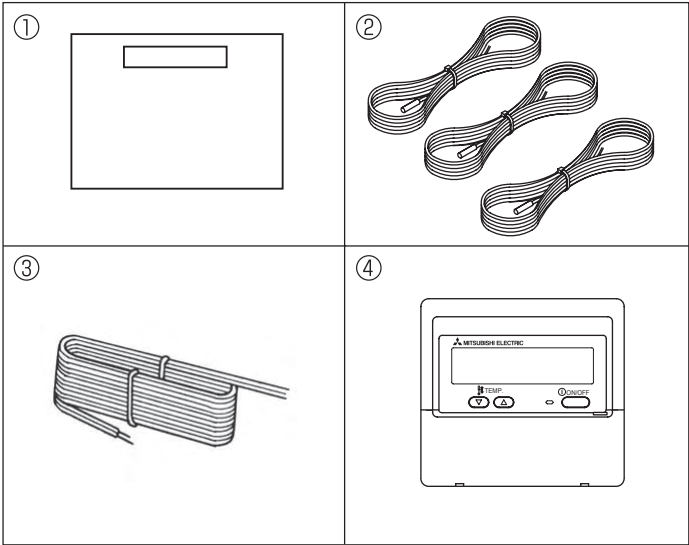

Fig. 2-1
2.1. Verifique las partes (Fig. 2-1)